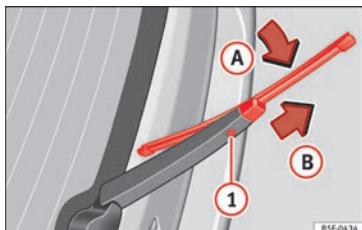

Fig. 81 Remplacement du balai d'essuie-glace arrière.
- Faites pivoter légèrement le balai d'essuie-glace » fig. 81 (flèche **A**).